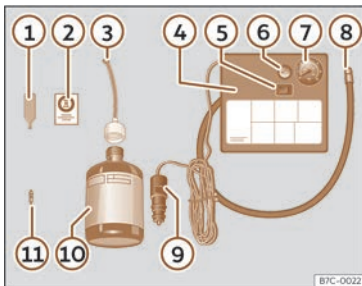

Fig. 238 Representación estándar: contido do kit antipicadas.
O kit antipicadas atópase no compartimento do maleteiro, baixo o revestimento do chan. Inclúe os seguintes compoñentes >>> **fig. 238**:
- Desaparafuse a carapucha e o obús da válvula do pneumático. Use o dispositivo >>> **fig. 238** ① para extraer o obús. Póñao sobre unha superficie limpa.
- Sacuda con forza a botella de illante de pneumáticos >>> **fig. 238** ⑩.
- Enrosque o tubo de inflamento >>> **fig. 238** ⑧ na botella de illante. O precinto da botella romperá automaticamente.
- Retire o tapón do tubo de carga >>> **fig. 238** ③ e enrosque o extremo aberto do tubo na válvula do pneumático.
- Volva colocar o obús co dispositivo >>> **fig. 238** ① na válvula do pneumático.
- Enrosque o tubo de inflamento do pneumático do compresor >>> **fig. 238** ⑧ na válvula do pneumático.
- Asegúrese de que o parafuso de evacuación de aire estea pechado >>> **fig. 238** ⑥.
- Acople o conector >>> **fig. 238 ⑨** á toma de corrente de 12 voltios do vehículo >>> pág. 244.
- Conecte o compresor de aire con conmutador ON/OFF >>> **fig. 238 ⑤**.
- Pegue o adhesivo >>> **fig. 238 ②** no cadro de instrumentos, dentro do campo visual do condutor.
Enrosque de novo o tubo de inflamento >>> **fig. 238 ⑧** e comprobe a presión no manómetro ⑦.